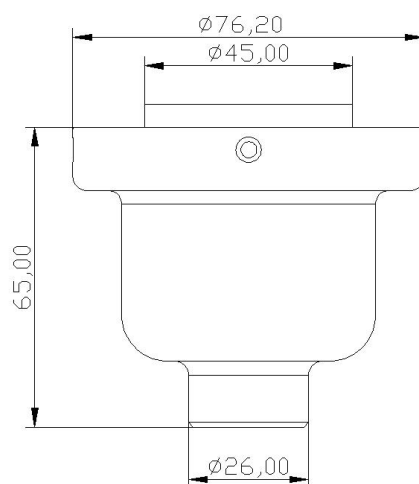

图 2 液位开关探头外形及尺寸
5.2 液位开关探头的外形及尺寸，如图 2 所示（单位：mm）